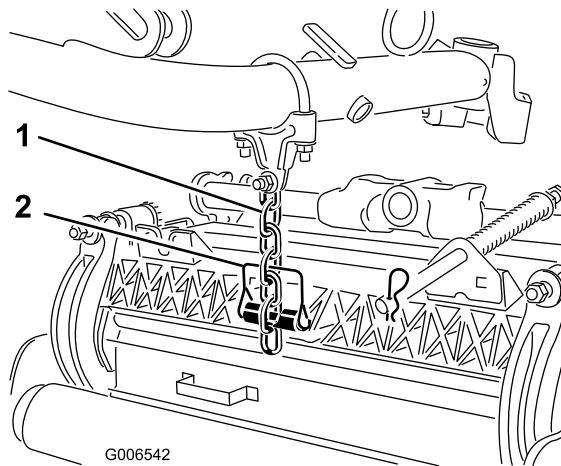

Figura 14
7. Sujete la cadena del brazo de elevación al soporte de la cadena (Figura 14) con el pasador de seguridad, según se indica a continuación: